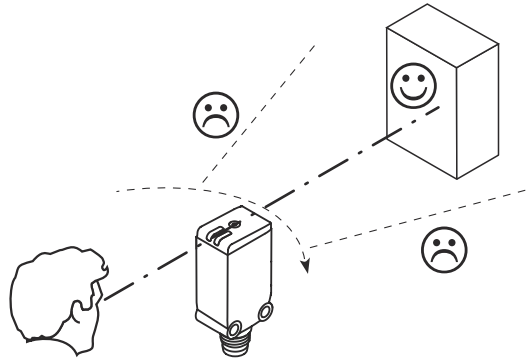

Figura 3: Alinhamento do sensor
3. Alinhe o sensor com o objeto. Selecione a posição de forma que o jato de luz vermelha emitido atinja o centro do objeto. Você deve garantir que a abertura ótica (vidro frontal) do sensor esteja completamente desimpedida. ver figura 3, página 154